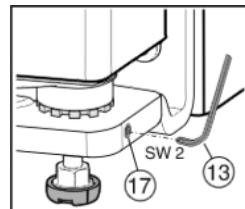

Fig. 17
- ▶ Vyšroubujte mírně závitový kolík Fig. 17 (17) (maximálně jednu otáčku!).
- ▶ Závitový kolík Fig. 17 (17) k zafixování ložiskového čepu opět dotáhněte.